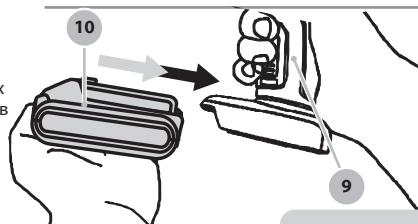

Рисунок 5
5. Подсоедините аккумулятор к изделию: для этого вставьте его в место крепления и зафиксируйте до щелчка (рисунок 5).